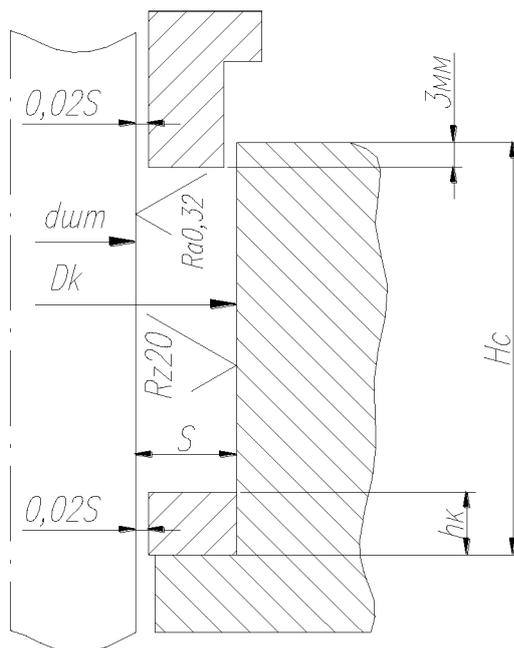

Рис. 4
3.6.5. Зазоры между шпинделем, грундбуксой и кольцом сальника, чистота поверхности шпинделя в зоне контакта с набивкой должны соответствовать величинам, указанным на Рис. 4.